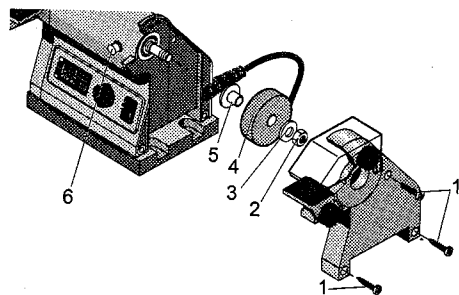

Fig. 6
1. Befestigungsschrauben 1 (Fig. 6) der seitlichen Abdeckung herausdrehen und Abdeckung entfernen.
2. Arretierknopf (6) drücken, um die Welle zu blockieren.
3. Mutter (2) mit einem Schraubenschlüssel abschrauben (rechte Seite Rechtsgewinde, linke Seite Linksgewinde).
4. Spannscheibe (3) Schleifscheibe (4) und Zentrierflansch (5) abnehmen.